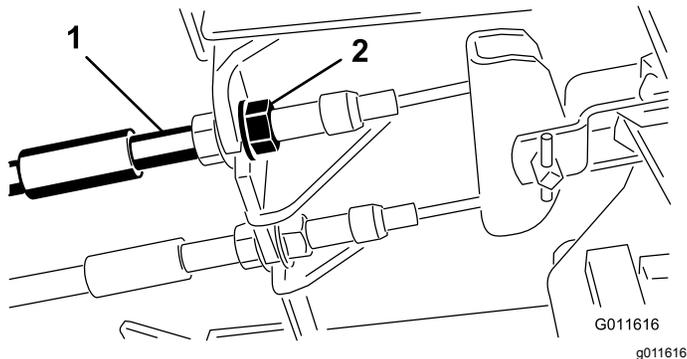

Figure 46
1. Pour réduire la garde aux pédales de frein, serrez les freins en desserrant l'écrou avant sur l'extrémité fileté du câble de frein (Figure 46).